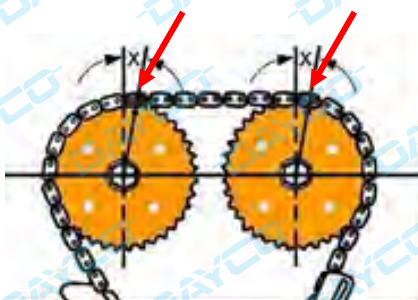
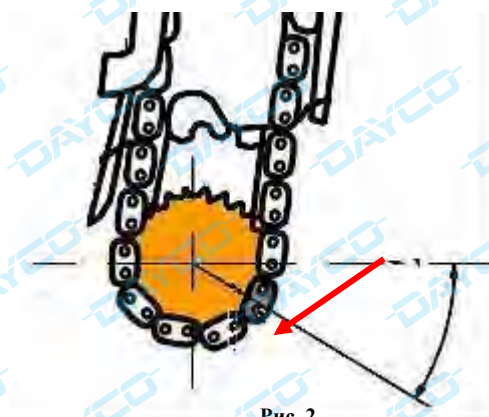

Рис. 1
Рис. 2
- Установите новую распределительную цепь так, что бы окрашенные звенья совпадали с регулировочными метками звездочек распределительного вала (Рис. 1) и звездочки коленчатого вала. (Рис. 2)